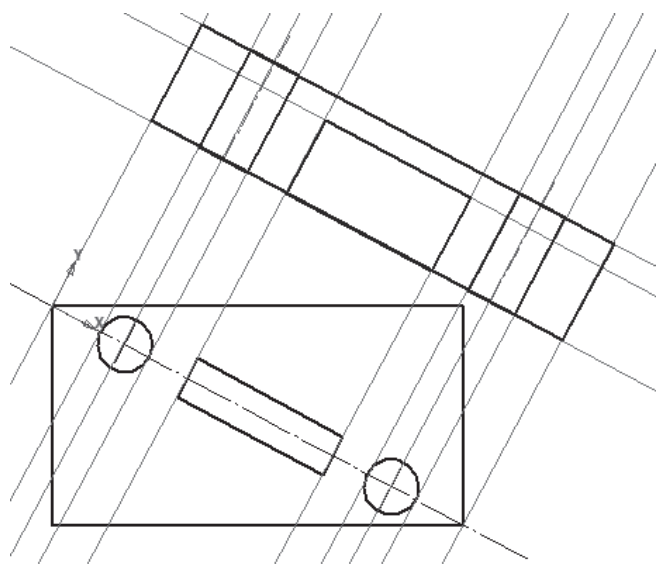
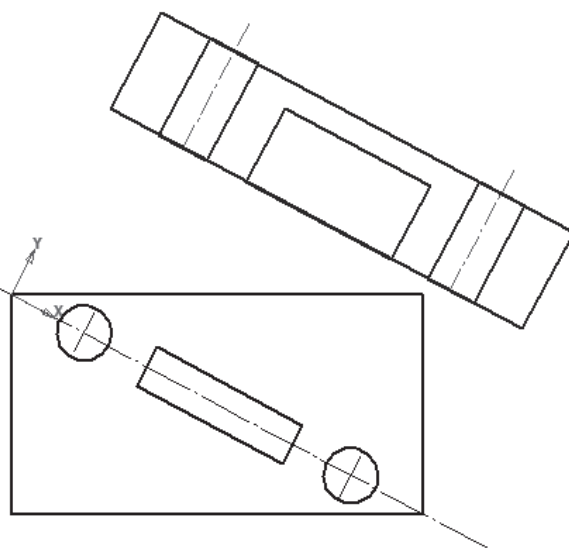

Рис. 103
Рис. 104
5. Используя различные команды панели инструментов *Геометрия*, обвести контур изображения разреза (рис. 103). Удалить вспомогательные прямые: меню *Редактор* → *Удалить* → *Вспомогательные прямые и токи* → *В текущем виде* (рис. 104).